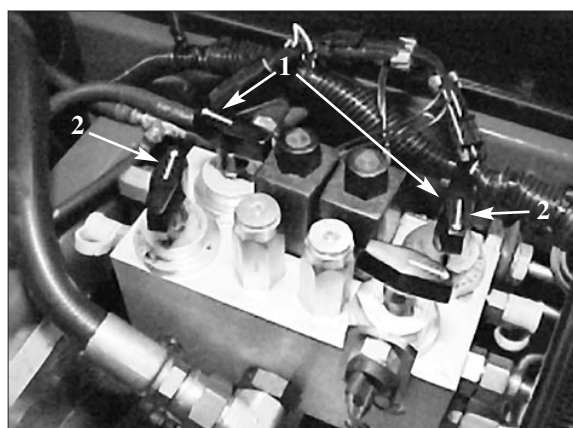

Fig. 16
4. Per mettere a punto la velocità del cilindro girare le manopole (Fig. 16) finché le frecce di indicazione non sono allineate con il numero della messa a punto richiesta.